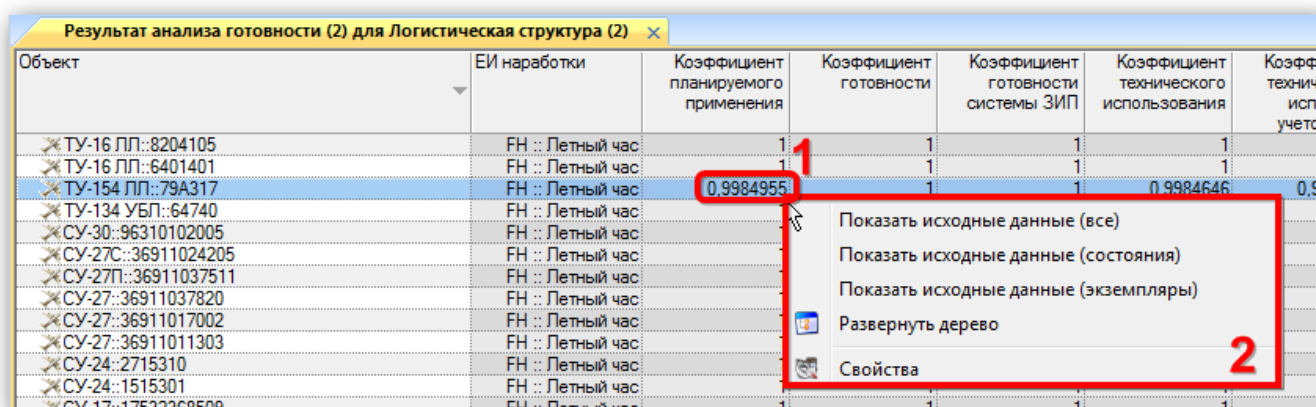

Рис. 13-561 – Контекстное меню для открытия рабочих окон с исходными данными
10) Для отображения общей сводки по исходным данным для расчета какого-либо показателя необходимо перейти в окно «Результаты анализа готовности» и на вкладке «Данные» установить флаг в поле «Всегда показывать подсказку» (1 на рис. 13-561).
11) Навести курсор на ячейку со значением показателя (2 на рис. 13-561).
12) Во всплывающем окне будут выведены основные сведения об исходных данных, которые использовались для расчета данного показателя (3 на рис. 13-561).